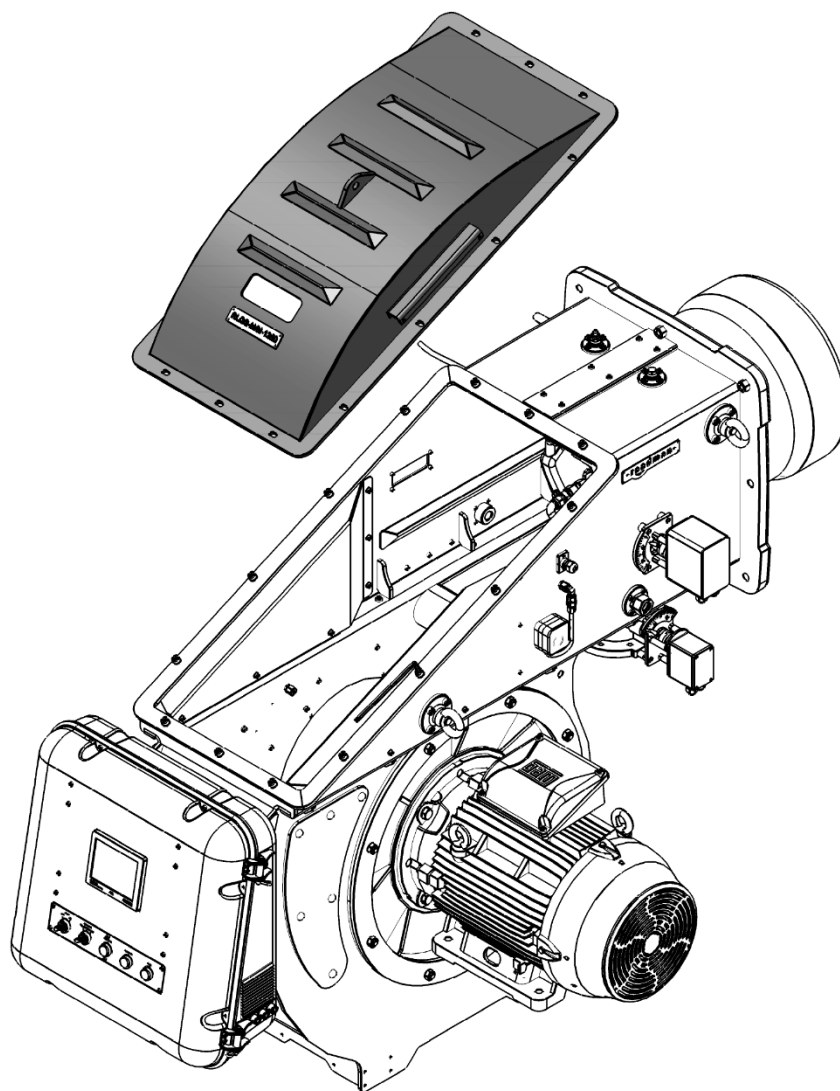

Рис. 26- Направления по открытию дверцу горелки для доступа к смесительному устройству горелки RGB-M-1350
- 1- Выкрутить винты, соединяющие дверцу горелки с корпусом, как приведено на Рис. 26.